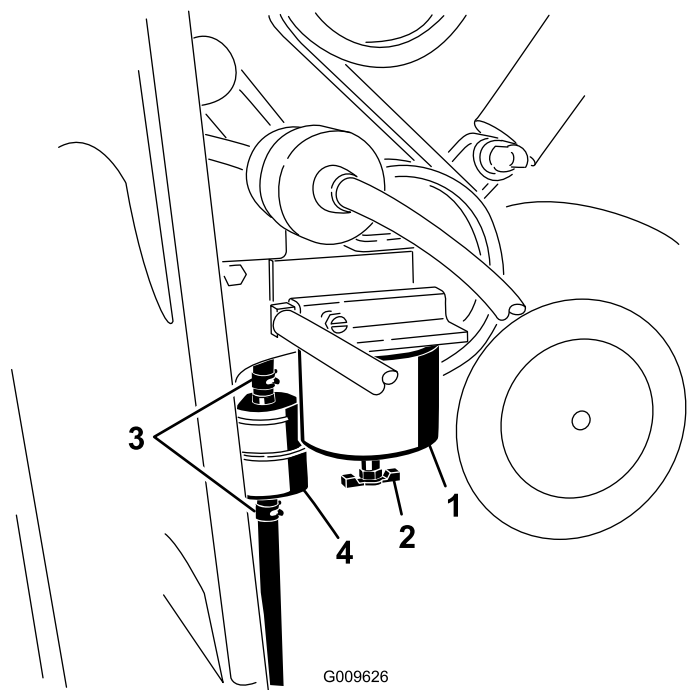

Figura 35
3. Localice el filtro de combustible en el lado derecho del motor (Figura 35), y coloque debajo un recipiente limpio.
4. Localice los filtros de combustible en el lado derecho del motor (Figura 35), y coloque debajo un recipiente limpio.
5. Limpie la zona de montaje del cartucho del filtro (Figura 35).
6. Retire el cartucho del filtro y limpie la superficie de montaje (Figura 35).
9. Instale el cartucho del filtro a mano hasta que la junta entre en contacto con la superficie de montaje, luego gírelo media vuelta más (Figura 35).
10. Localice el filtro en línea situado a la izquierda del cartucho del filtro de combustible (Figura 35) y observe la flecha de sentido de flujo impresa en el lateral del filtro en línea.
11. Abra las abrazaderas de cada extremo del filtro en línea y retire las mangueras del mismo (Figura 35). Deseche el filtro.
12. Deslice las mangueras sobre el extremo de un filtro nuevo (Figura 35), asegurándose de que la flecha del filtro apunta hacia el motor o la bomba de combustible eléctrica.